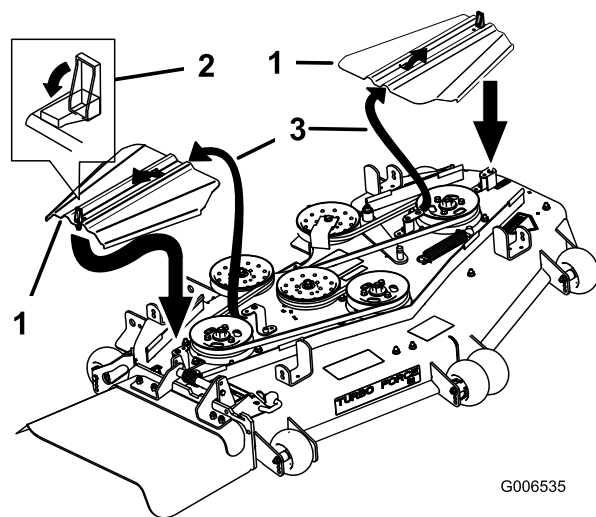

Figura 83
14. Instale as coberturas da correia fazendo deslizar a cobertura para a patilha, instale os parafusos e feche os trincos (Figura 83).